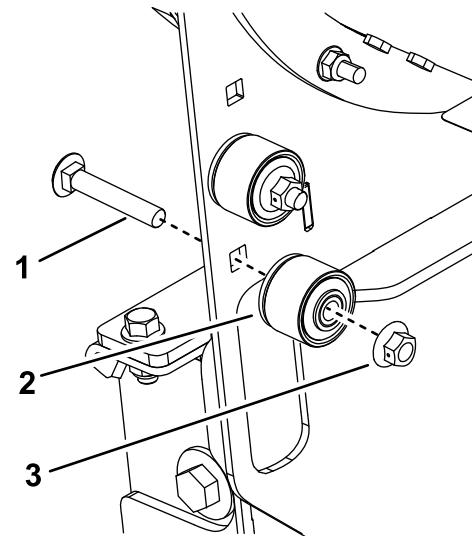

Figura 27
10. Utilice las fijaciones para guardar los conjuntos de casquillo en el lado izquierdo del bastidor del soplador (Figura 27).